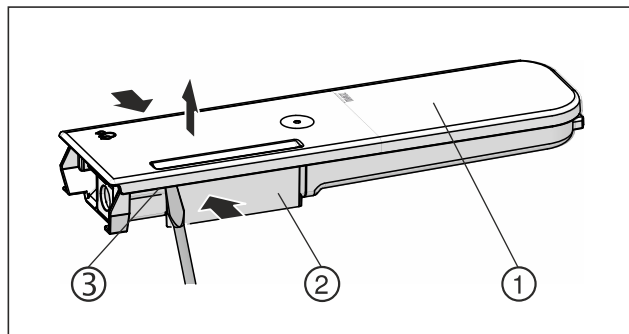

Fig. 151
- ▶ Stisnite spremnik za vodu Fig. 151 (2), pažljivo podignite poklopac Fig. 151 (1) preko zasuna Fig. 151 (3) i ga povucite prema gore.
- ▶ Poklopac Fig. 151 (1) lagano pomičite amo-tamo i izvadite ga prema gore.